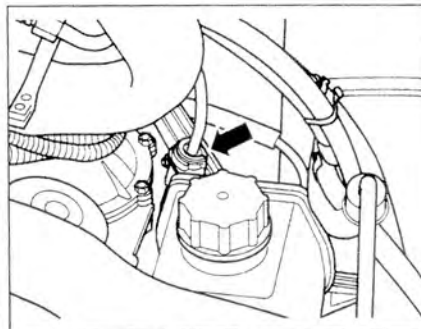

Рис. 2.35. Отсоедините 8-контактный разъем проводки от корпуса дроссельной заслонки на головке блока цилиндров слева.
3. Отсоедините 8-контактный разъем проводки от корпуса дроссельной заслонки на головке блока цилиндров слева (рис. 2.35).